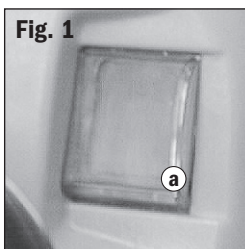
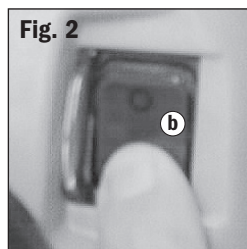

Fig. 1
Fig. 2
La tapa deslizante transparente (a) del interruptor evita el arranque accidental de la fresadora (Fig. 1). Deberá estar retraída antes de poder encender la fresadora. La tapa permanecerá abierta hasta que la fresadora esté apagada (Fig. 2).
1. “Apague” el interruptor de potencia **(b)** lo que permitirá que el interruptor de cierre **(a)** se cierre **(Fig. 1)**. (El cierre se cerrará y trabará cuando la traba del collar de apriete esté enganchada.)